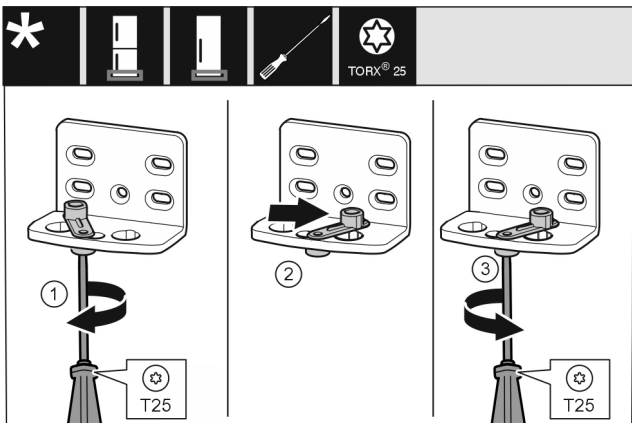

Fig. 11
- ▶ Vijake rahlo privijte z izvijačem T25. Fig. 11 (1)
- ▶ Pripomoček za zapiranje vrat dvignite in v izvrtini zavrtite za 90° v desno. Fig. 11 (2)
- ▶ Trdno privijte vijak z izvijačem T25. Fig. 11 (3)